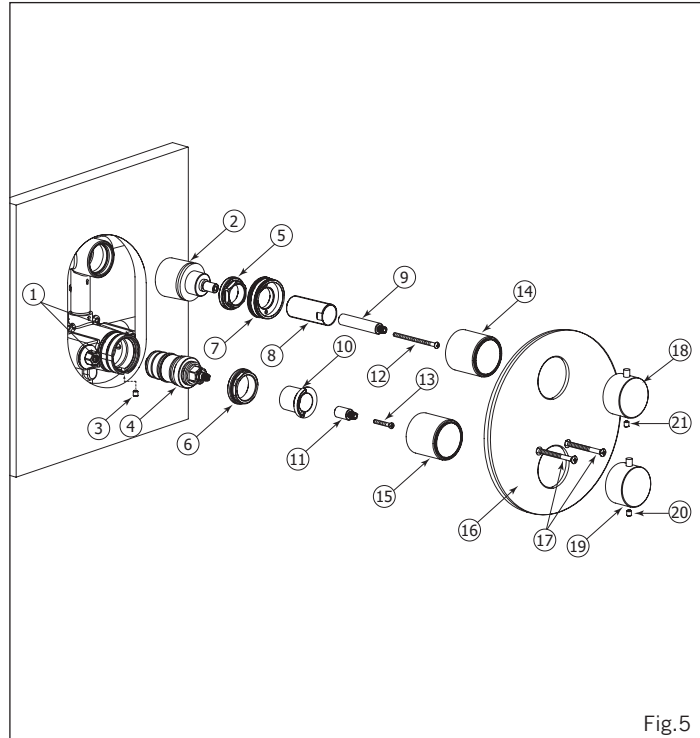

Fig.5
Shut off the main water supply, then remove all the components from (7) to (21). (See Fig.5). Afterwards, shut off the 2 check valves (1) by turning them clockwise with a screwdriver. Unscrew the screw (3), the large nuts (5 & 6) and remove the cartridges (2 & 4).
Fermer l'alimentation d'eau principale et démonter tous les composants de (7) à (21) (Voir Fig.5). Ensuite, fermer les deux valves d'arrêt (1) en les tournant dans le sens des aiguilles d'une montre avec un tournevis. Dévisser la vis (3), les machons de valves (5 & 6) et enlever les cartouches (2 & 4). Pour nettoyer les cartouches, l'imbiber dans une solution d'eau et de vinaigre. Si nécessaire, insérer les nouvelles cartouches et revisser les manchons des valves (5 & 6) et la vis (3).